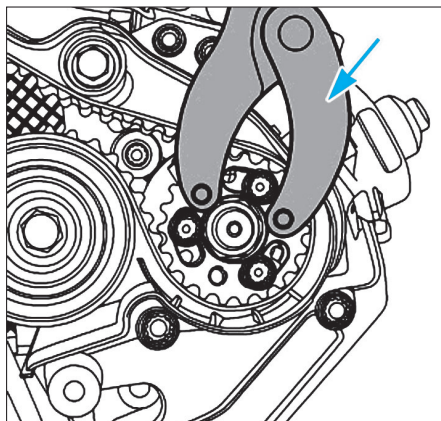

FIG. 28
- Pignon de courroie crantée de la pompe haute pression et serrer à 2 daN.m (Fig.28).